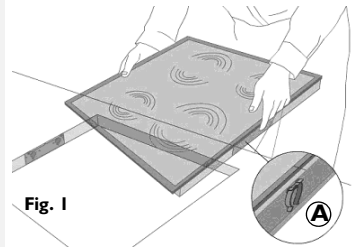

Fig. 1
- Positionnez les 4 attaches (A) sur le cadre du plan de cuisson, dans le siège prévu à cet effet, voir Fig. 1